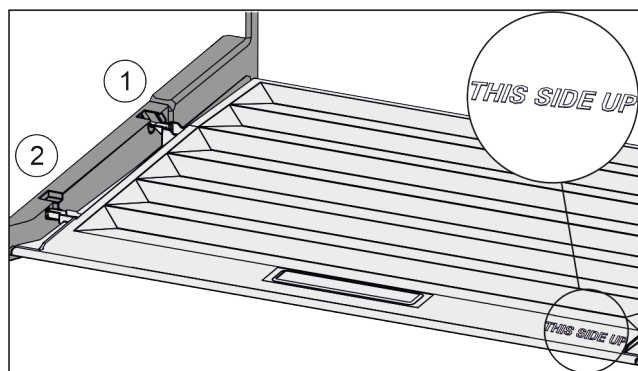

Fig. 118
- ▶ Introduire les rainures du couvercle par l'orifice du support arrière Fig. 118 (1) et les enclencher à l'avant dans le support Fig. 118 (2).